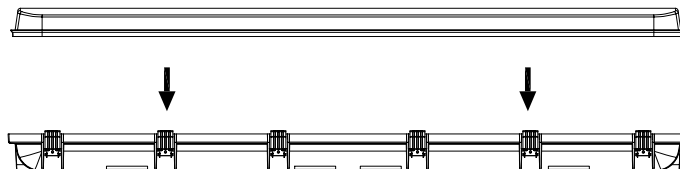

Fig 8
4. Reattach the lense cover and secure using the latches as shown in Fig. 8.
4. Remettez le cache de la lentille en place et fixez-le à l'aide des loquets, comme illustré à la figure 8.